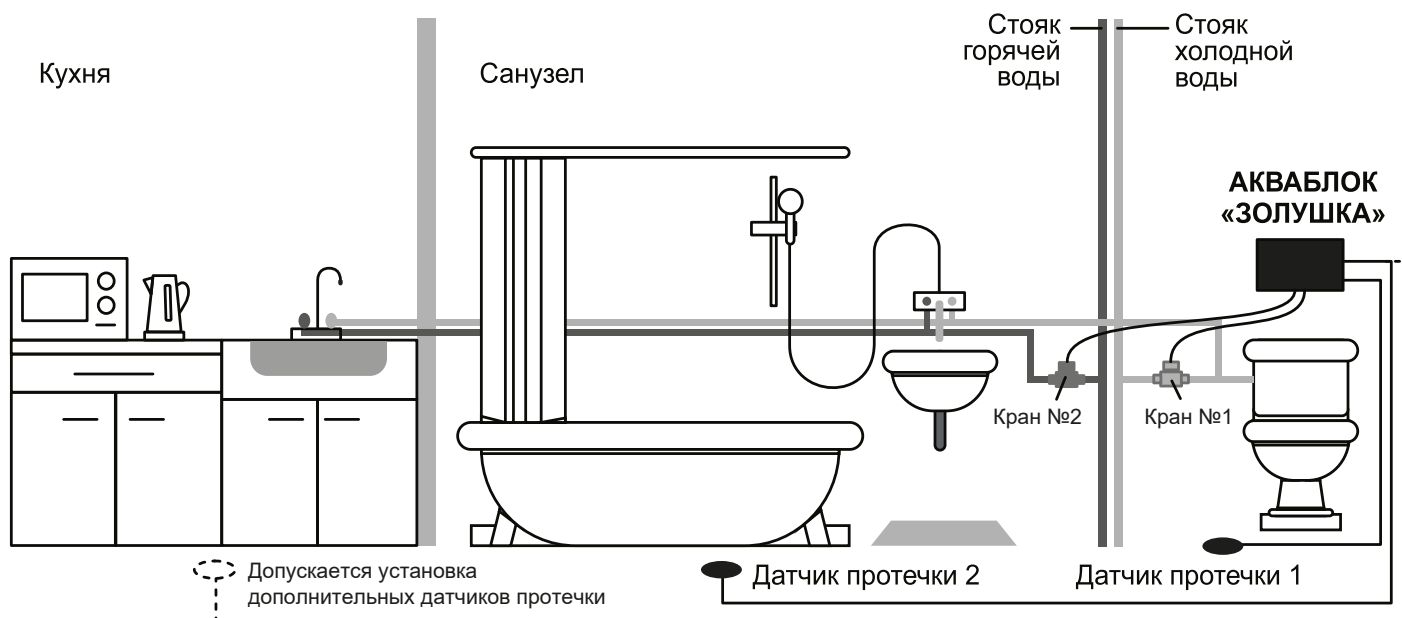

Рис.3 «Пример установки системы»
- Датчики протечки воды расположите в местах возможной протечки воды (под кухонной мойкой, ванной или душевой кабиной, стиральной машиной и т.п.). См. рис. 3.